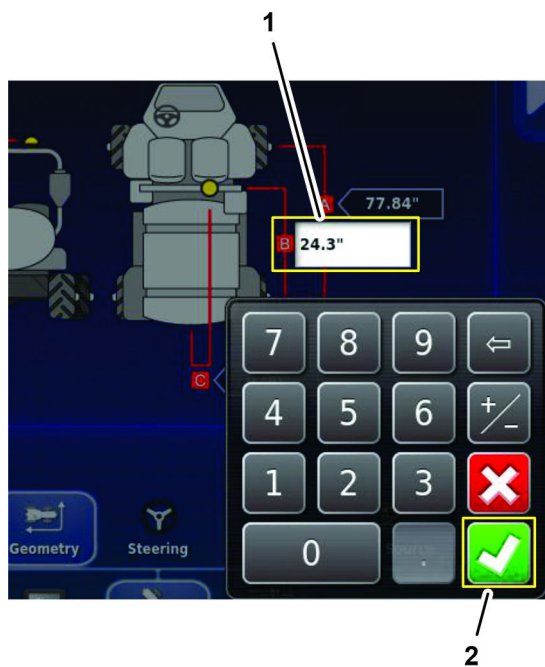

图 190
2. 按后轴中心线与卫星接收器中心图标B用显示屏键盘输入您在 测量车辆几何形状 \(页码 79\)中记录在车辆几何形状表中的测量值然后按“确认”图标图 190。